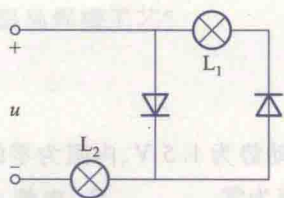

图 1-3
- 两只相同的白炽灯 L_1 、 L_2 接在如图 1-3 所示的电路中,则()。